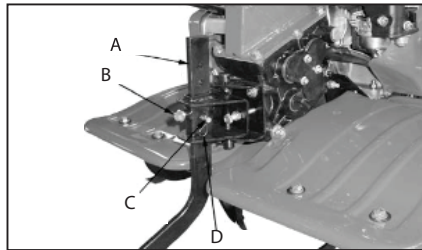

Рис. 4
- Открутите болт (В), извлеките шплинт (D) и вытащите палец (С).
- Установите палец и закрепите винтом и зашплинтуйте (Рис. 4).